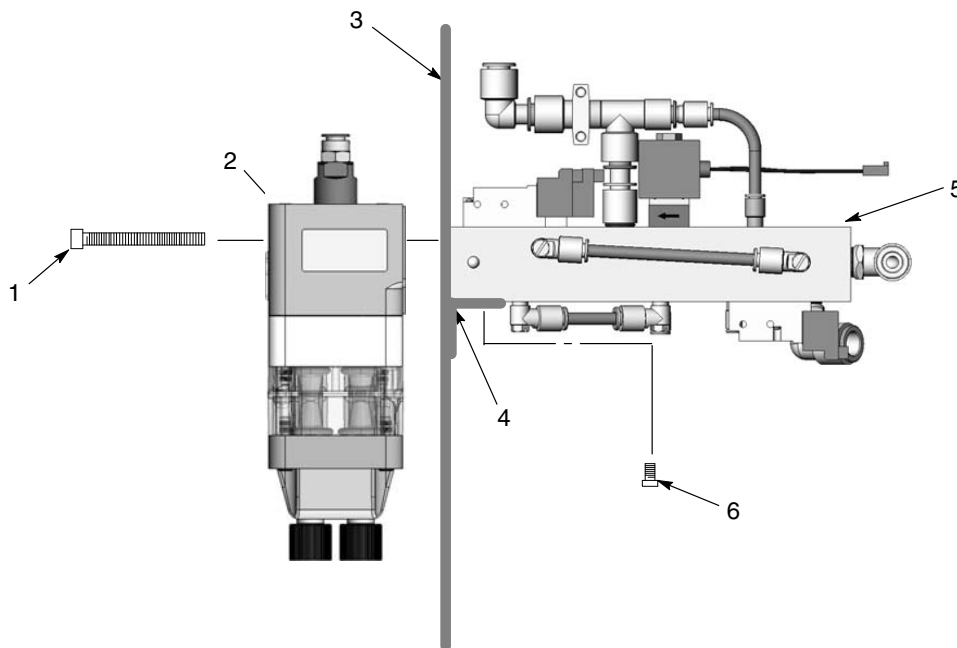

Figure 4-1 Installation de la pompe et du distributeur
1. Voir la figure 4-1. S'assurer que les joints sur la pompe (2) et le distributeur (5) ne sont pas endommagés. Remplacer les joints s'ils sont endommagés.
2. Placer le distributeur sur le support de montage approprié (4) contre la paroi (3) du tableau de pompe. Fixer le distributeur avec les vis de fixation (6), mais sans les serrer.
3. Fixer la pompe au tableau de pompe et au distributeur à l'aide des vis de fixation de la pompe (1). Serrer fermement les vis de fixation de la pompe.